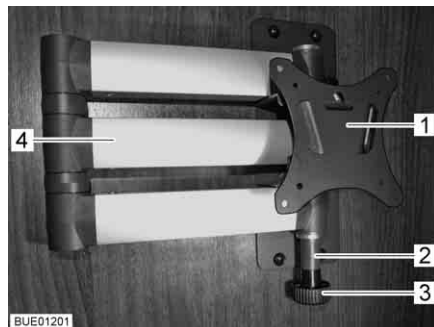

Fig. 52 Supporto con braccio snodato
- Tirare il bottone di sbloccaggio (Fig. 52,3). Il braccio snodato (Fig. 52,4) è sbloccato.
- Ruotare lo schermo piatto all'indietro nella sua posizione iniziale, finché il supporto (Fig. 52,1) non si innesta nel bloccaggio (Fig. 52,2).